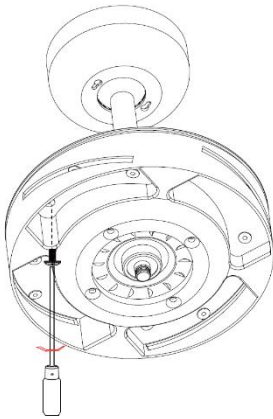

Fig. 5
2. Antes de instalar las aspas, quite los tornillos de las aspas que vienen preinstalados en el conjunto del motor. Fig. 5